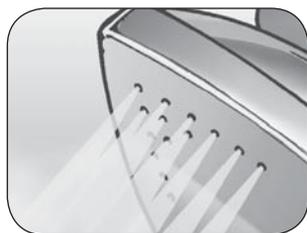

Fig. 5
- 7 Prima di dirigere il getto di vapore sul capo da stirare, erogare due o tre colpi di vapore prolungati verso terra per far stabilizzare il getto (Fig. 5).